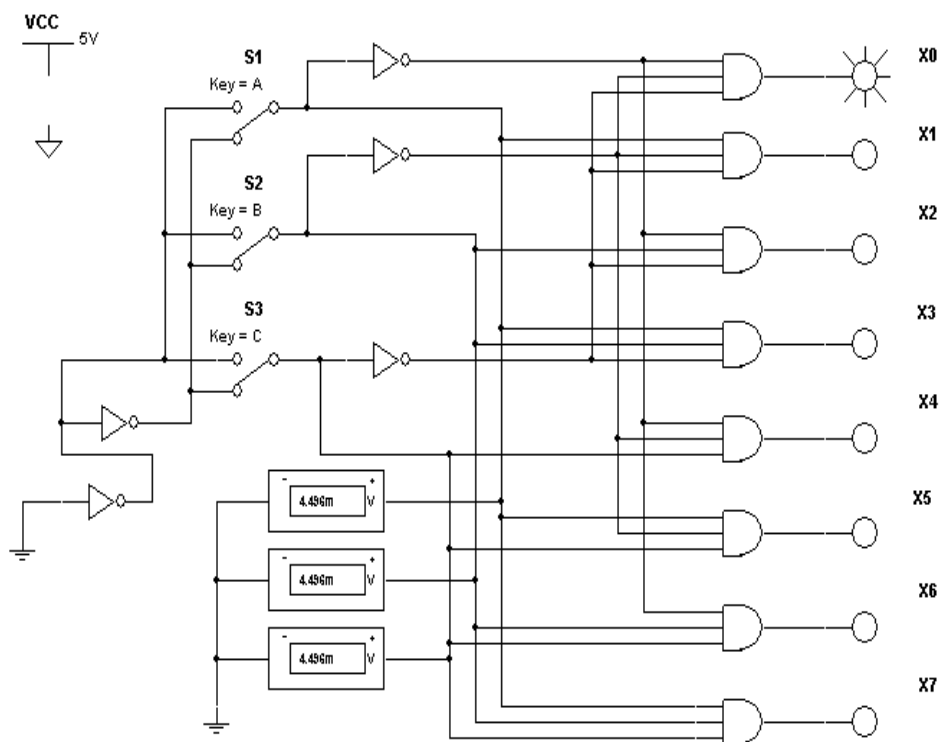

Рис. 2 . Дешифратор 3x8
1. В программе multisim собрать схему дешифратора 3x8 (рис.2). Для этого поместить на схему восемь логических схем «ЗИ», восемь светодиодов, пять логических схем «НЕ», три переключателя на два направления и три вольтметра.